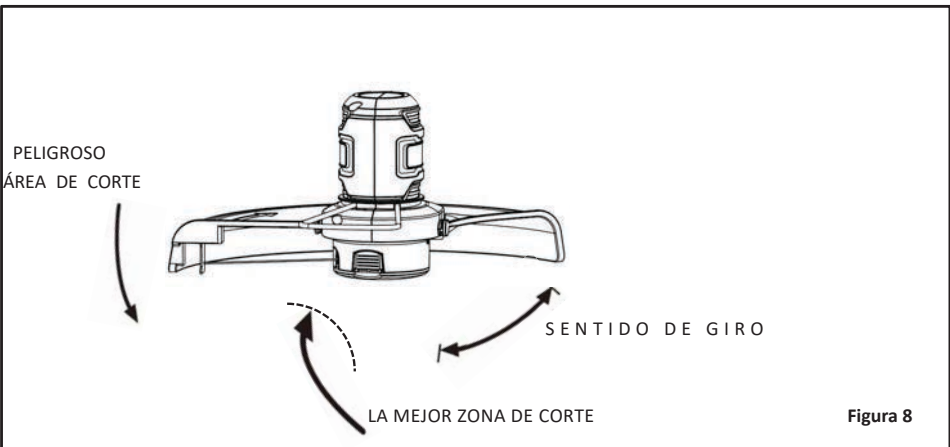

Figura 8
- Evite cortar en la zona peligrosa que se muestra en la figura 8